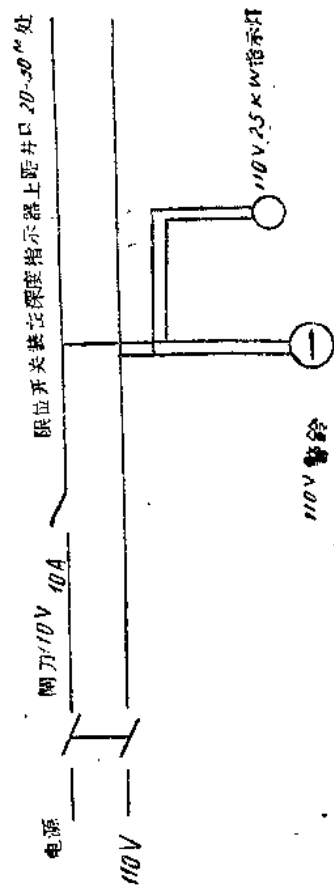

图 1
1. 为了避免井盖撞关事故，在井口加装一个警铃，在深度指示器上加装一限位开关，当吊桶在非筒内运动到离井口20~30米时，深度指示器上的限位开关受行程指针的控制而发生作用，警铃报警，井口把钩工应赶快开井盖门（线路如图1所示）。